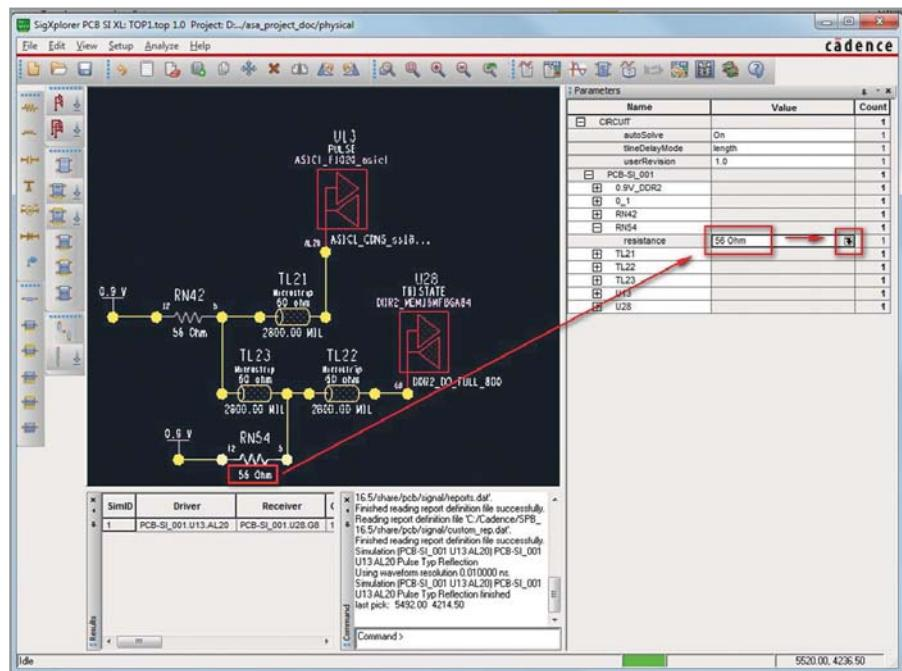

Рис. 5. Настройка параметров моделей в *Signal Explorer*
1) на панели *Parameters* в окне *Signal Explorer* раскроем список параметров элементов топологии. Для начала нас интересует резистор RN54. Выберем *Circuit* → *PCB-SI_001* → *RN54*. Ещё быстрее это можно сделать, если выбрать значение сопротивления на самом резисторе в рабочем поле программы. Щёлкнем значение «54 Ом» на панели *Parameters*, а затем кнопку рядом с этим значением (см. рис. 5);